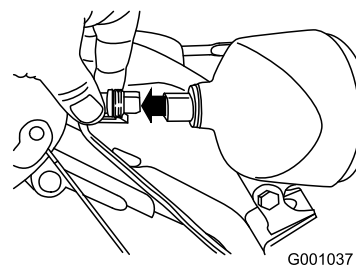

Figure 51
1. Débranchez le connecteur à l'arrière du phare (Figure 51).